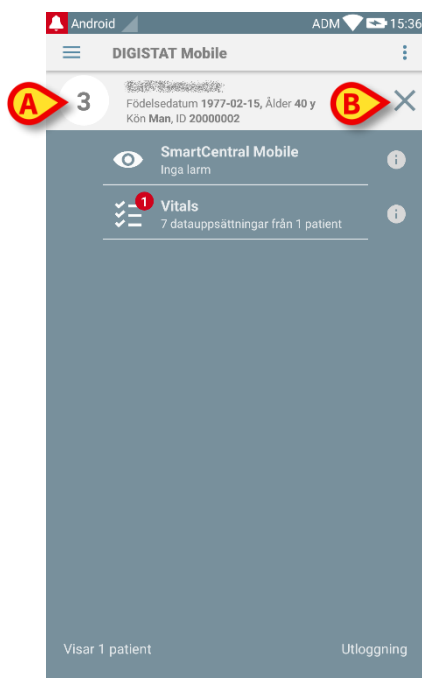

Fig. 41
Patientdata står upptill på sidan (Fig. 41 **A**). Samtliga data i DIGISTAT® Mobile modulerna filtreras nu på patient (d.v.s. endast den valda patientens larm/meddelanden visas).
- Tryck på krysset i Fig. 41 **B** för att välja bort patienten och gå tillbaka till läge Alla patienter.